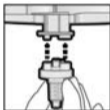

Fig. 2
3. Sett en av de vedlagte Dynamix Mixing Tips over utgangsåpningene på sylinderrampullen (fig. 2).